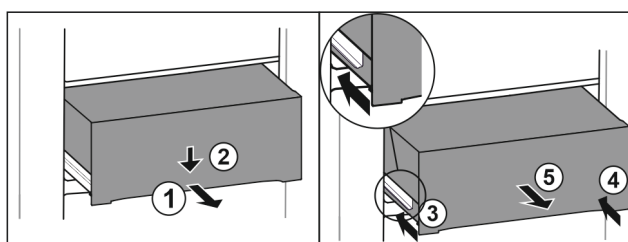

Fig. 121
- ▶ Изтегнете чекмеджето наполовина. Fig. 121 (1)
- ▶ Натиснете надолу чекмеджето от предната страна. Fig. 121 (2)
- ▶ Вкарайте лявата релса приблизително 2 cm навътре. Fig. 121 (3)
- ▶ Вкарайте дясната релса приблизително 2 cm навътре. Fig. 121 (4)
- ▶ Извадете чекмеджето напред. Fig. 121 (5)